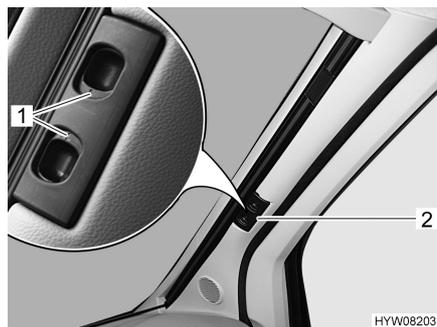

Fig. 17 Tendina oscurante pieghevole per il parabrezza
- Premere le maniglie di sbloccaggio (Fig. 17,1) e mantenerle premute.
- Tirare la tendina oscurante pieghevole del parabrezza per la maniglia (Fig. 17,2) verso il centro della finestra.
- Spingere verso l'esterno le due metà della tendina oscurante pieghevole del parabrezza per la maniglia (Fig. 17,2) fino all'arresto.
- Rilasciare le maniglie di sbloccaggio (Fig. 17,1) e mantenerle innestate.